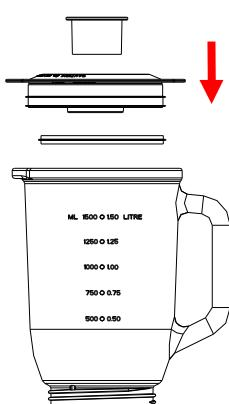

Fig.4
- 3.2 Remettez l'assemblage du bol à l'endroit. Enroulez le joint 1 autour de la partie inférieure du couvercle et placez ce dernier sur l'assemblage du bol. Placez le verre mesurleur correctement sur le couvercle en fixant les petites projections des deux côtés du verre dans les fentes du couvercle et tournez dans le sens des aiguilles d'une montre jusqu'à ce qu'il soit bien serré. (voir Fig.4)